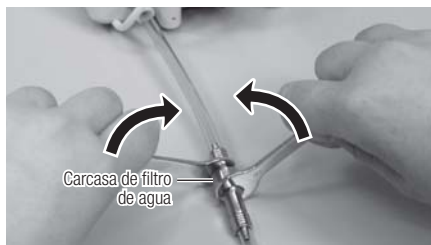

Fig. 25
1) Cierre la válvula de agua de la unidad dental a la que está conectado su PRESTO AQUA II. Monte dos llaves cilíndricas (5 x 8) tal y como se muestra en la Fig. 25 y gírelas tal como muestra la figura.